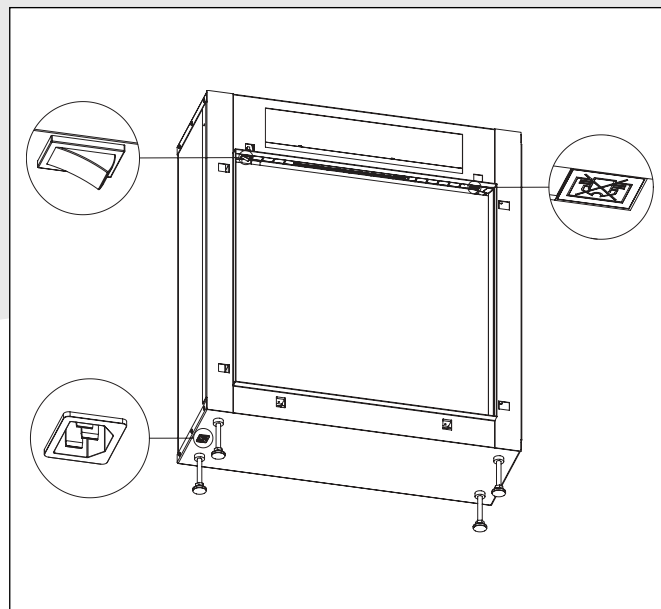

Abbildung 3
1. Das Symbol auf der Unterseite nahe der Entlüftung für Warmluft (**siehe Abbildung 3**) zeigt an, dass das Gerät an dieser Stelle besonders heiß ist, und dass ein Abdecken der Entlüftung dazu
Durch Bedienung des Schalters an der links Oberseite (0 of I) kann das Gerät ein- oder ausgeschaltet werden (siehe **Abbildung 3**).